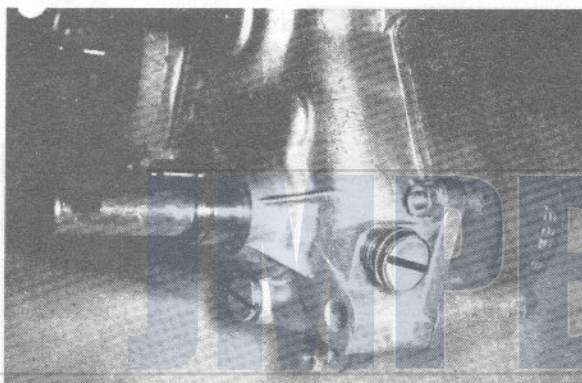

Afb. 11
- arreteersleutel (zie speciaal gereedschap) aanbrengen en de moer M 12 losdraaien. (afb. 11).